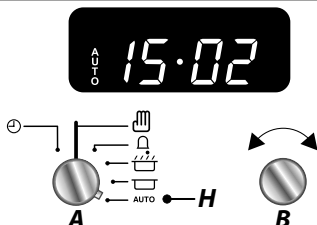

Fig. 3.10
6. Lorsque le programme démarre, le symbole de cuisson apparaît à l'écran. Une fois la durée écoulée, une alarme retentit et le four multifonction cesse de fonctionner. Le symbole de Cuisson disparaît et le mot **AUTO** clignote (**Fig. 3.10**).